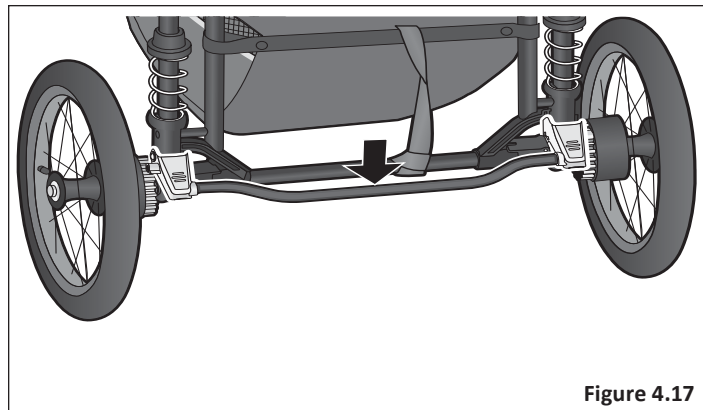

Figure 4.17
- 1 **Bloquer les freins:** Appuyez sur la barre de frein derrière les roues arrière pour bloquer les deux roues arrière. **Figure 4.17** Pour stationner la poussette, **LES FREINS DOIVENT ÊTRE VERROUILLÉS.**